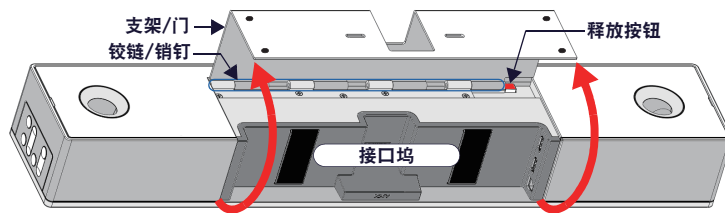

图 2 ACV-2100 底部视图 - 打开壁挂支架
2. 按住**释放按钮**将壁挂支架滑出 (在按钮上方), 以将支架上的销钉从设备上的铰链上脱开 (图 2)。
3. 根据需要接线 - 打开壁挂支架以进入接口坞 (见图 2)。